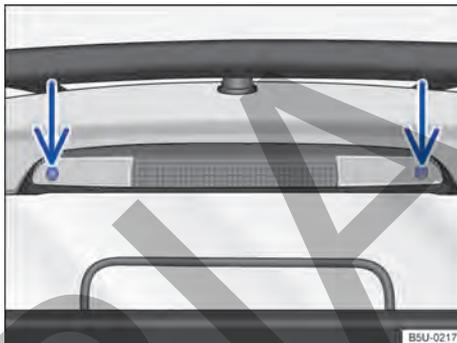

Fig. 153 En el compartimento de carga: remover la linterna de freno elevada.
2. Remover los tornillos de fijación → **fig. 153**.
8. Volver a colocar los tornillos de fijación → fig. 153 y apretarlos.